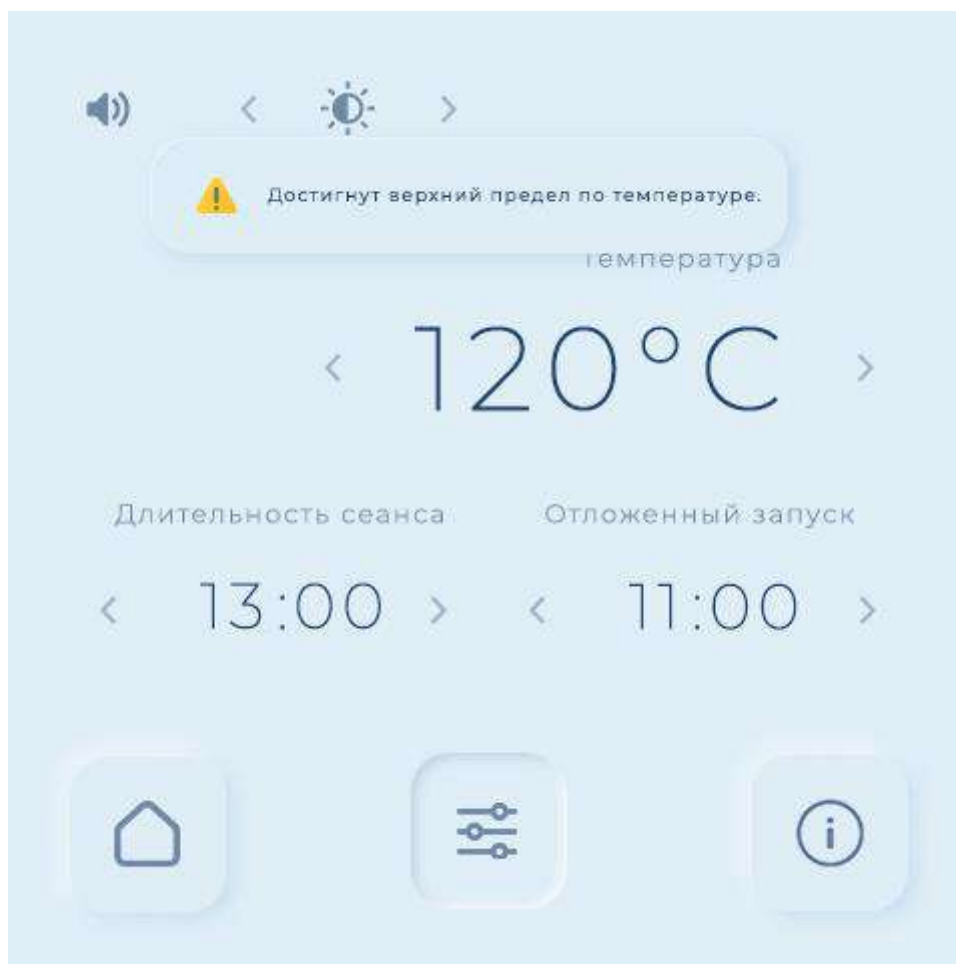

Рис. 46.: Взаимное расположение элементов интерфейса страницы “пользовательские настройки” во время настройки с уведомлением по ограничению температуры.
1. Произвести начальные настройки времени сеанса, времени отложенного старта, требуемой температуры в парном помещении на странице “пользовательские настройки”. ([Рис. 46.: Взаимное расположение элементов интерфейса страницы “пользовательские настройки” во время настройки с уведомлением по ограничению температуры](#)).